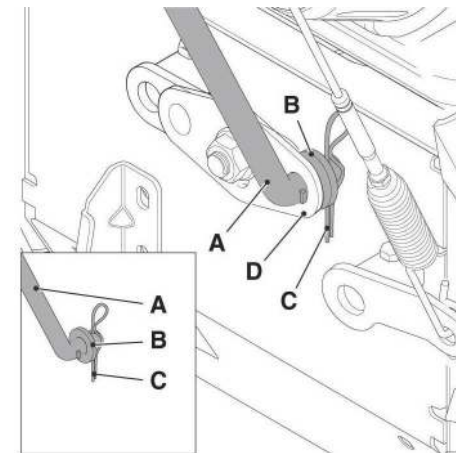

Рисунок 5
- Снимите предварительно установленное соединение (рисунок 5. А) на шайбе (рисунок 5. В) и шплинте (рисунок 5. С) механизма переключения передач.
- Вставьте шарнирное соединение (рисунок 5. А) механизма переключения передач в отверстие на рычаге (рисунок 5. D), чтобы соединить его с трансмиссией.
- Закрепите шайбу (рисунок 5. В) и шплинт (рисунок 5. С).